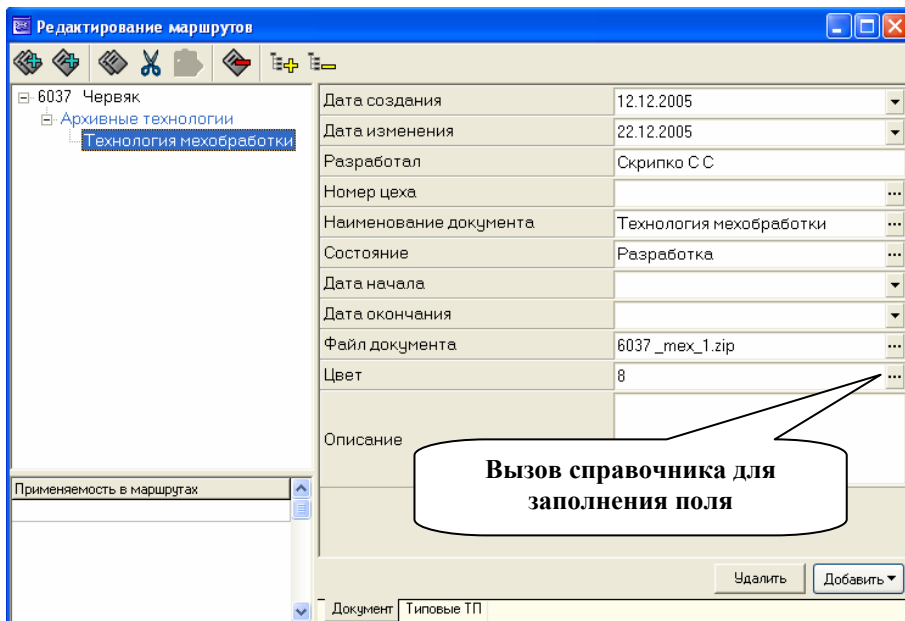

Рис. 5
3.2. В таблице рабочего поля появятся заголовки «Разработал», «Наименование документа» и т. д., встанем курсором в поле «Разработал» и нажмем <F4> или кнопку редактирования записи в инструментальной панели, появится окно (рис. 5).
3.6. Для заполнения этих полей необходимо обратиться к базе данных, чтобы это сделать, нужно нажать на кнопку, (кнопка вызова справочника см. рис. 5), находящуюся в конце поля, и из предлагаемого списка выбрать нужное (в поле состояние выбрать «Разработка», в поле цвет – «Серый»);